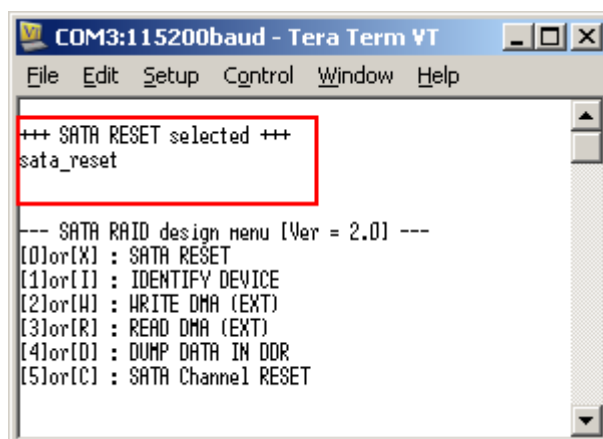

図 3-1: SATA Resetメニュー実行時の画面
- ‘0’または‘X’キーにより 4 チャンネル全ての SATA における SATA-IP と PHY モジュールの両方に対してハードウェア・リセットを発行します。このメニューにより SATA のイニシャライズ処理が再実行され、図 3-1 に示すコンソール画面のように“SATA RESET selected”と表示されます。